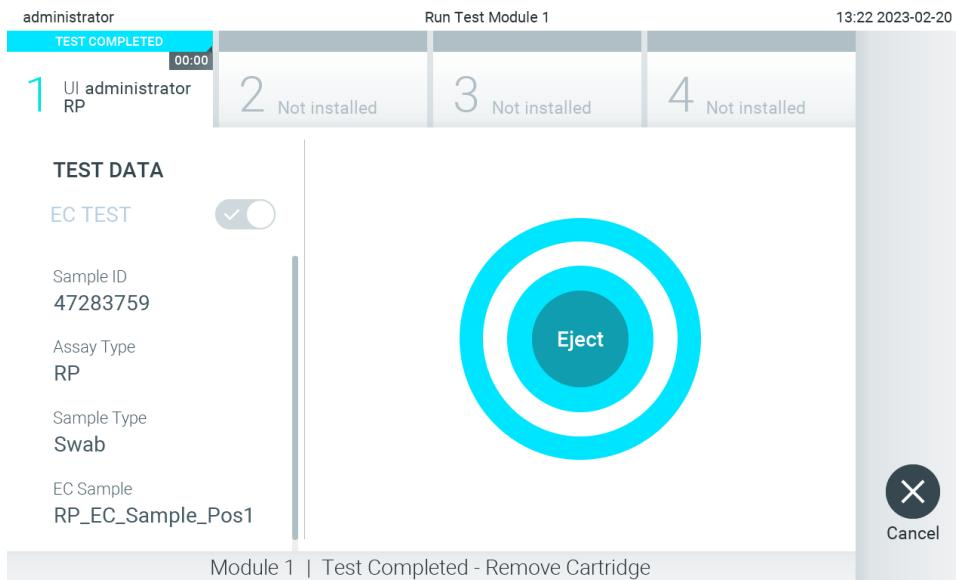

Abbildung 99. Anzeige des Bildschirms EJECT (AUSWERFEN)
11. Nach Abschluss des Tests wird der Bildschirm Eject (Auswerfen) angezeigt (Abbildung 99). Drücken Sie auf dem Touchscreen auf Eject (Auswerfen), um die QIAstat-Dx Assay-Kartusche zu entfernen, und entsorgen Sie sie als biogefährlichen Abfall in Übereinstimmung mit allen Bundes-, Landes- und kommunalen Gesundheits- und Sicherheitsvorschriften und Gesetzen.